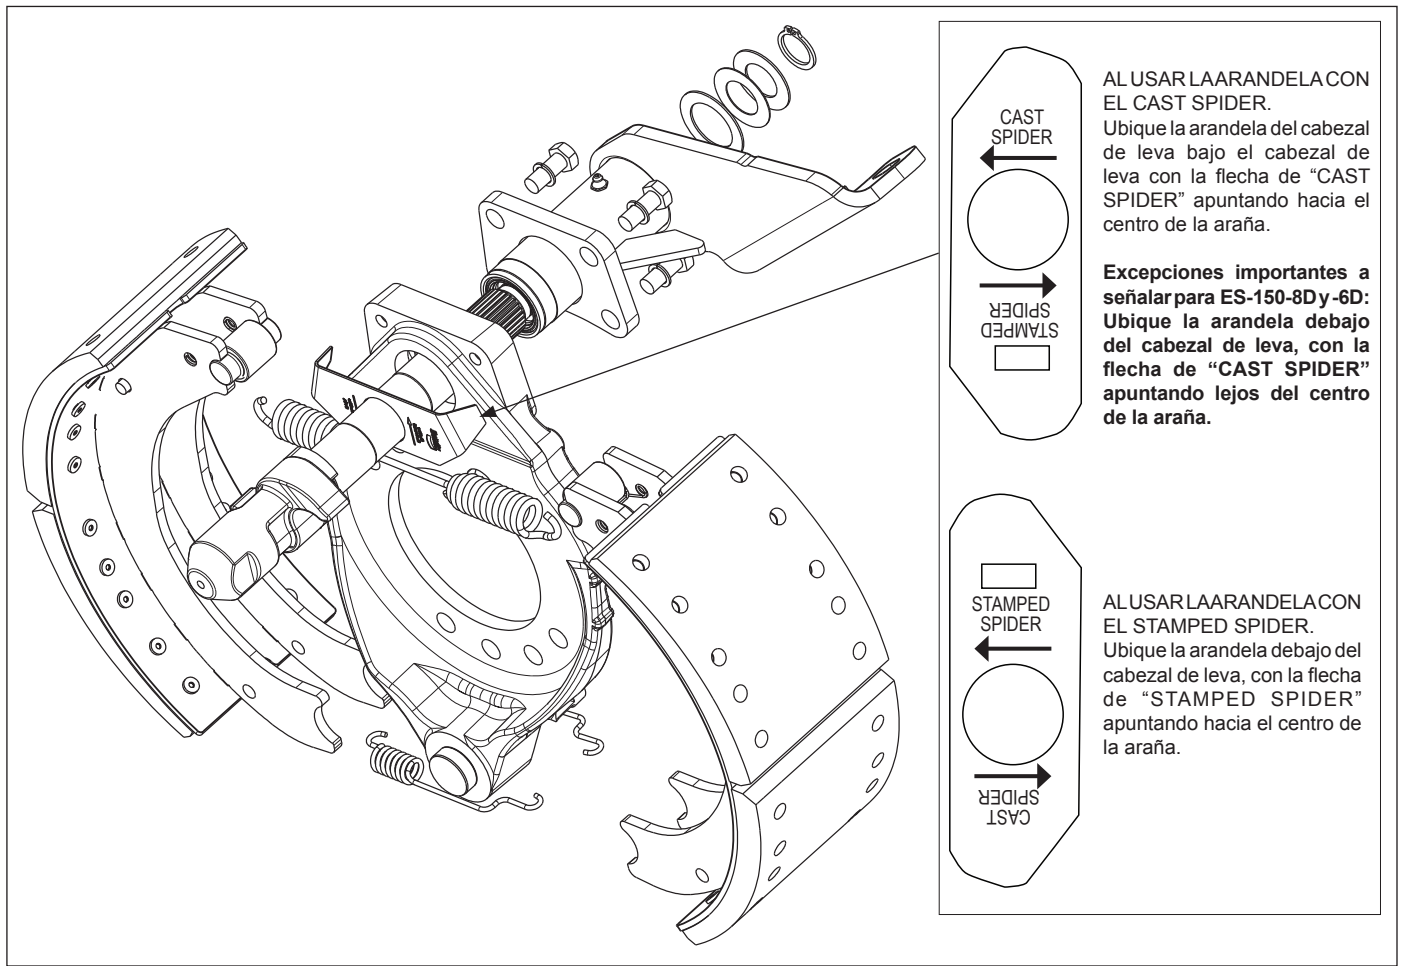

Figura 2: Despiece de un freno típico con un recuadro que muestra la orientación de la arandela del cabezal de leva
- Retire la arandela del cabezal del árbol viejo e instálelo en el nuevo, en la dirección adecuada. *Consulte la Figura 2.*